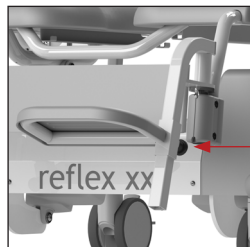

Figura 9. Ajuste de altura Reflex XXL.
- A continuación, repita el mismo procedimiento con la otra pierna (Ver figura 8). Los reposapiés del Reflex XXL son regulables en altura. Para ello, suelte el botón de tracción y seleccione la posición deseada (Ver figura 9).